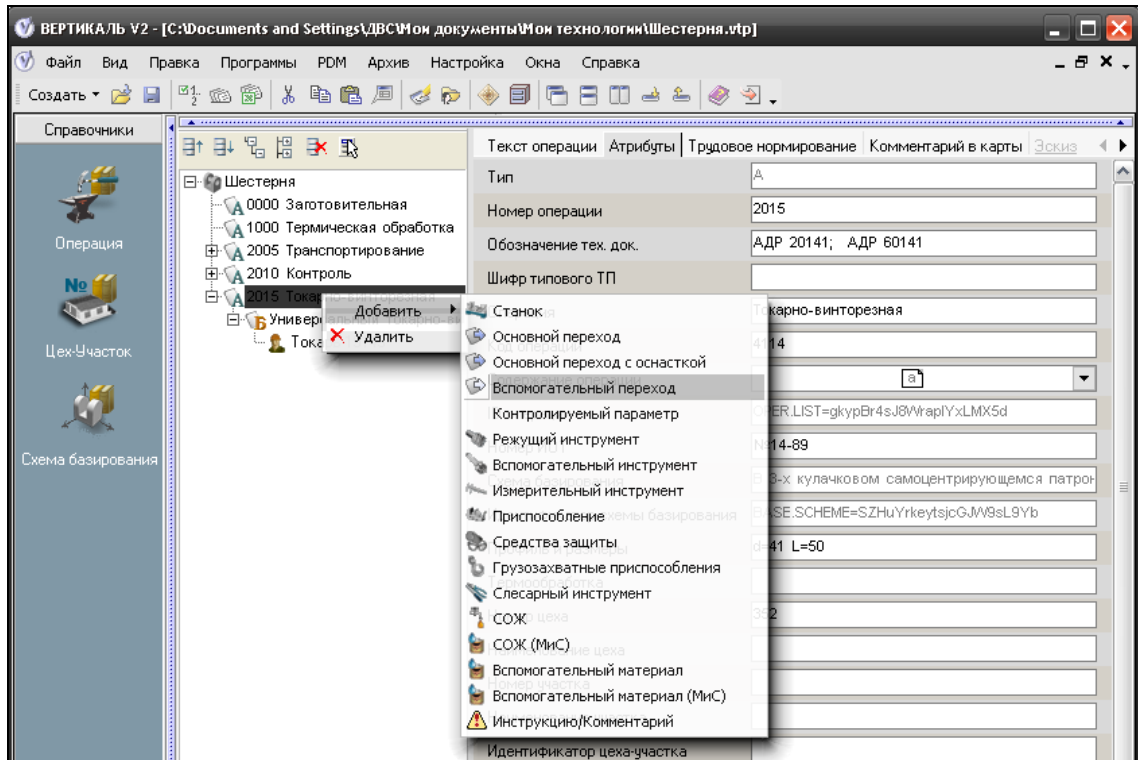

Рисунок 6.1 – Формування допоміжного переходу
2. У контекстному меню (рис. 6.1) вибрати пункт **Добавить – Основной переход** (якщо потрібно сформулювати основний перехід) або **Добавить – Вспомогательный переход** (якщо потрібно сформулювати допоміжний перехід).